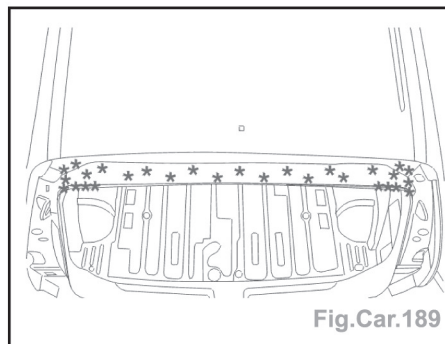

Fig.Car.189
- Découper par fraisage des points (Fig.car.189).